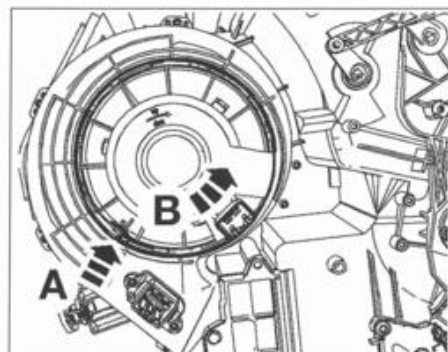

FIG. 9
- los 3 tornillos de fijación de la caja de reparto de aire (1).
- la caja de reparto de aire (1).
- Desbloquear el ventilador en (A) y girar en el sentido (B) (fig. 9).